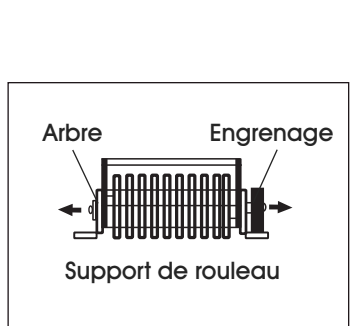

Figure 5
2. Pour retirer le support de rouleau, saisissez l'anneau en caoutchouc au centre du rouleau séparateur, puis tirez. Ensuite, retirez les vis à gauche et à droite du support de rouleau, puis retirez l'arbre et l'engrenage. (Voir Figure 5)